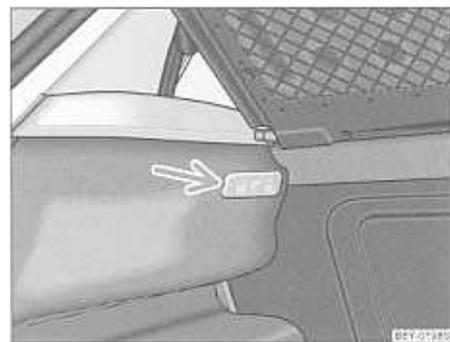

Fig. 167 Desmontar la luz del maletero
- Introduzca un destornillador en la ranura junto a la lámpara → fig. 167. Sacar la lámpara, apalancándola con cuidado.